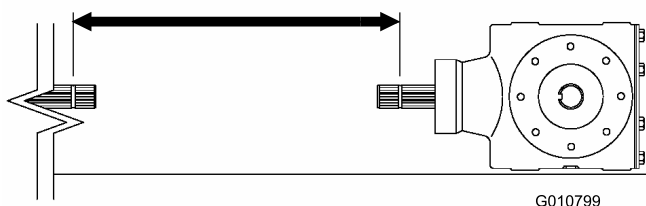
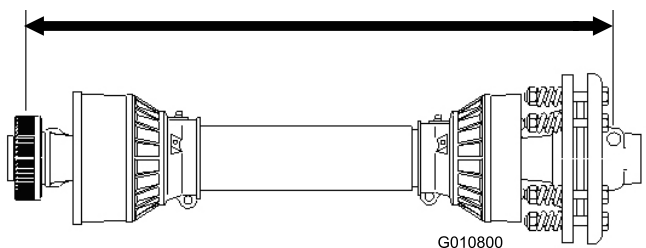

Figure 14
Figure 15
- Mesurez la distance entre la gorge de verrouillage à l'extrémité de l'arbre de PDF du tracteur et la gorge de verrouillage sur l'arbre de PDF de réducteur de l'aérateur (Figure 14). Notez cette distance. Exemple : 70 cm.
- Sur l'arbre de PDF, mesurez la distance entre le centre de la bille de la goupille de blocage à une extrémité et le centre de la goupille de blocage à l'autre extrémité (Figure 15). Notez cette distance. Exemple : 81 cm.
- Utilisez la plus petite des deux mesures obtenues à la Figure 14 et la Figure 12, et ôtez-la de la distance obtenue à la Figure 15. Exemple : 81 cm moins 67 cm égale 14 cm.